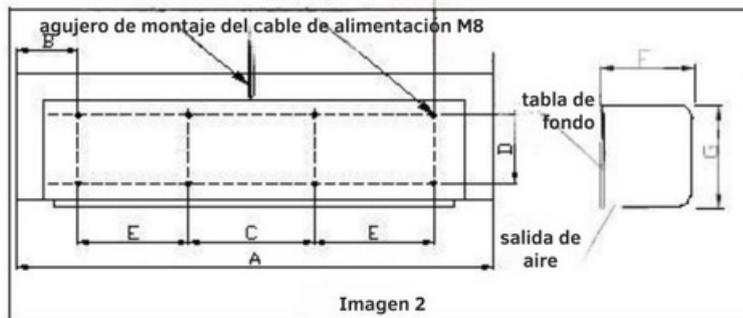

Imagen 2
- (1) De acuerdo con las diferentes especificaciones, se deben dar las dimensiones de montaje y elegir la posición (imagen 2)